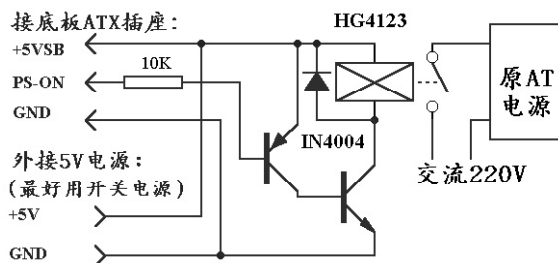

图 1
2. 输出 PS-ON: 一种最简陋的办法是用该路线去控制一只继电器, 当 PS-ON 低电平时, 继电器吸合, 反之继电器断开。继电器安置在 AT 电源盒内, 触点直接控制 220 电源的断合, 替代原 AT 电源开关作用(当然那根黑色粗尾也要被去掉了)。这样做使得 PS-ON 与交流隔离, 当然 PS-ON 无法直接驱动继电器, 中间需用三极管放大, 而继电器这部分的用电可以取自 +5VSB, 电路见图 1。当然如果想改得更高级一点则可以参照